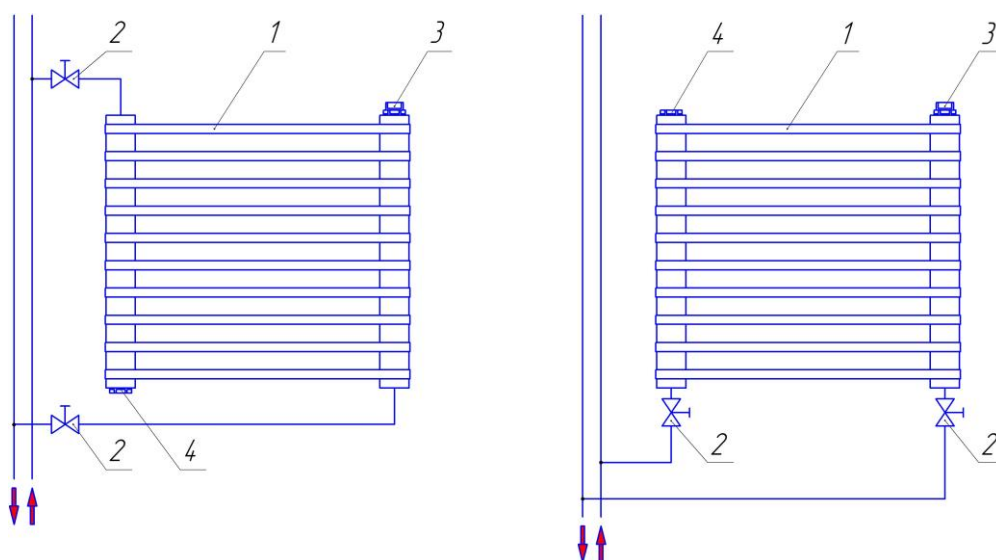

Рис. 3 1. Радиатор. 2. Вентиль (кран). 3. Кран Маевского-воздухоотводчик. 4. Пробка глухая.
5.9. Схемы подключения радиатора к двухтрубной системе показаны на рис. 3.